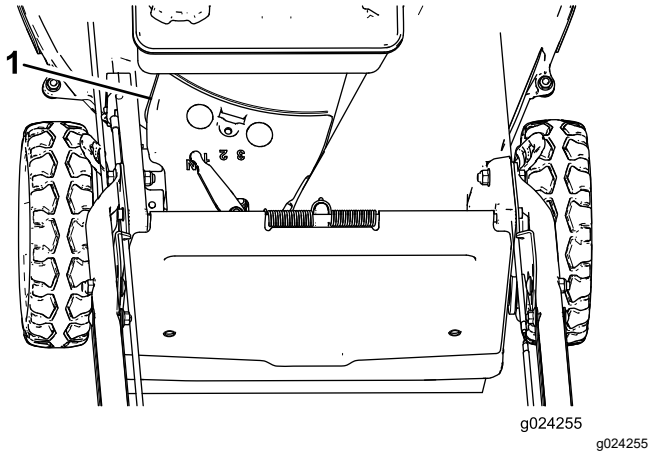

Figure 32
3. Déposez le couvercle de courroie (Figure 32).